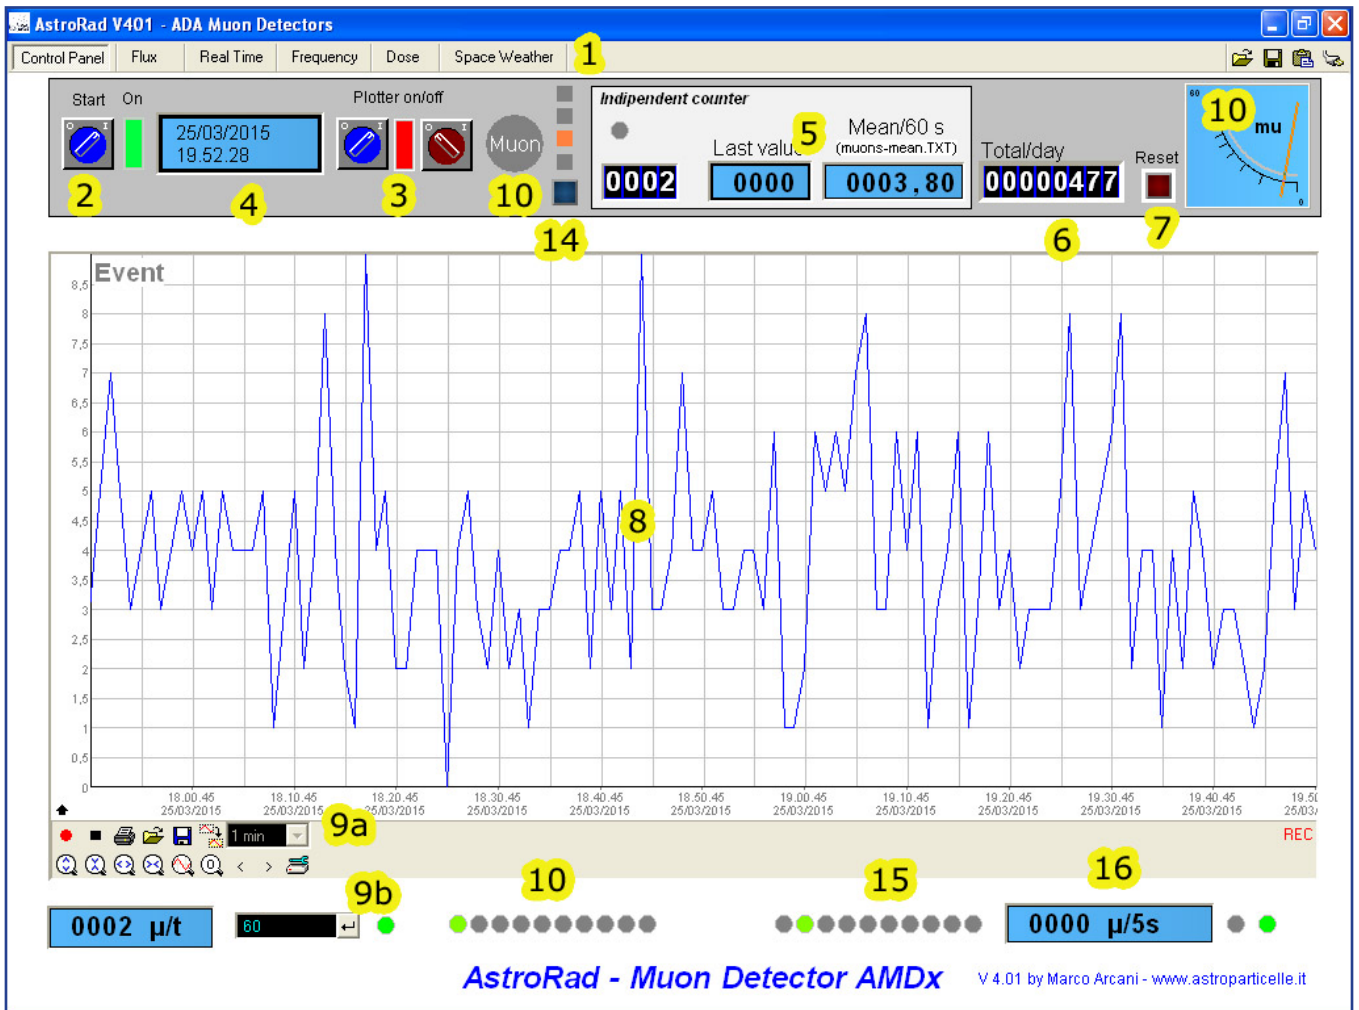

Figura 3
Se la porta è installata correttamente inizieranno a lampeggiare anche gli indicatori nella finestra del *software* (figura 3 e 4 - punti 10).
Il software è suddiviso in diverse schede: “**Control Panel**”, “**Flux**”, “**Real-Time**”, “**Frequency**”, “**Dose**” e “**Space Weather**” visibili nella barra in alto (figura 3-punto 1).
Per avviare la registrazione dei dati impostare su “I” il selettore blu *Start* (figura 3-punto 2), in questo modo il software attiva il contatore principale del flusso di particelle per tempo di campionamento. Questi dati vengono registrati sia nelle tabelle visibili nella scheda *Flux* che nei file *daily-data.txt* e *dd5sec.txt* che vengono scritti nella cartella : `c:\programmi\AstroRad_v302\Data`.
Per visualizzare un grafico in locale (figura 3-zona 8) selezionare su “I” il selettore blu *Plot* (figura 3-punto 3), inizierà la stampa del grafico a video (occorre qualche minuto), per fermare il grafico riportare su “0” il selettore blu e impostare su “I” il selettore rosso². Il plotter è provvisto di diverse opzioni dove è possibile salvare o visualizzare i grafici salvati.
Il conteggio del rivelatore può essere fatto partire anche automaticamente tramite il timer/orologio (figura 3-punto 4), presente sempre nella scheda *Control Panel*; facendo doppio click sul timer stesso appare la finestra di dialogo relativa (in pratica il *timer* sostituisce il selettore *start*).
La sezione 5 di figura 3 è un contatore indipendente che fa il conteggio del flusso al minuto e la media aritmetica degli ultimi 5 minuti, esso è relativo ai file: *muons-mean.txt*, *time.txt* e *mobilaver.txt*.
Il contatore 6 di figura 3 conta gli eventi totali al giorno o da quando viene acceso lo strumento esso è azzerabile tramite il pulsante *reset* (7), inoltre si azzerava automaticamente ogni giorno alle 00.00.
Con la versione 3.02 è stato introdotto un contatore supplementare con base dei tempi fissa a 5 secondi (figura 3-punto 15 e 16), questo serve per un’analisi più accurata dei dati nel caso di eventi coincidenti tra più rivelatori. Il contatore genera il file *dd5sec.txt* che per ora non viene inviato su *server* ma rimane archiviato nella cartella “Data”.
Oltre che dai segnali luminosi, il passaggio delle particelle può essere segnalato tramite un segnale sonoro selezionabile attraverso il pulsante 14 (figura 3).
La tabella 25 registra: il numero sequenziale dell'evento registrato dal contatore 6 (figura 3), il valore in Hz e secondi dell'intervallo tra le ultime due particelle, il numero di particelle (per questioni tecniche a